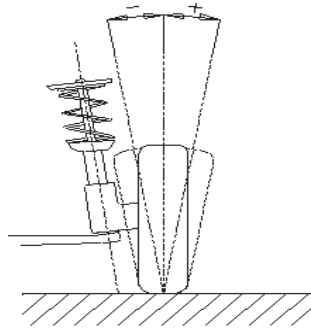

图1.1 外倾角示意图
- 外倾角定义为由车前方看轮胎中心线与垂直线所成的角度，向外为正，向内为负，如图1.1。其角度的不同能改变轮胎与地面的接触点及施力点，直接影响轮胎的附着力及磨损状况，并改变车重在车轴上的受力分布，避免轴承产生异常磨损。此外，外倾角的存在可用来抵消车身受负荷后，悬架系统机件变形及活动面间隙所产生的角度变化。